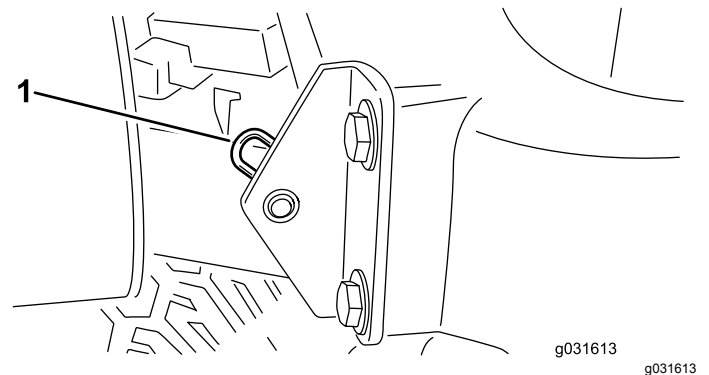

Figure 42
2. Retirez la goupille fendue qui fixe le pivot de capot aux supports (Figure 42).